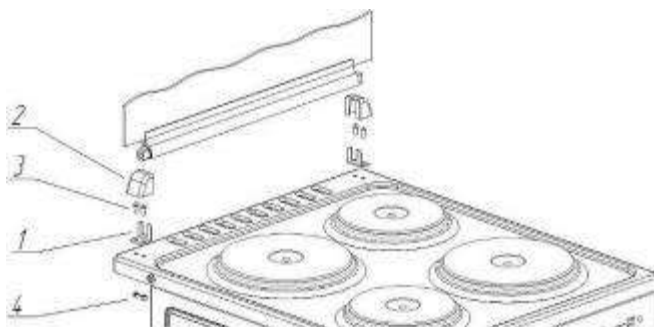

Рис. 7. Установка стеклянной крышки стола.
8) Установите на место крышку стола плиты (при её наличии). Установка и дополнительная комплектация стеклянной крышки стола плиты, согласно Рис. 7 и Табл. 1